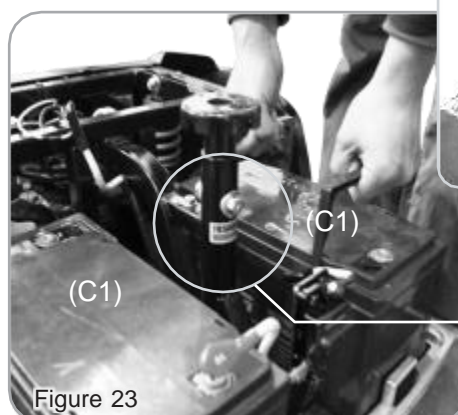

Figure 23
4. Retirez les deux batteries (C1) (figure 23).